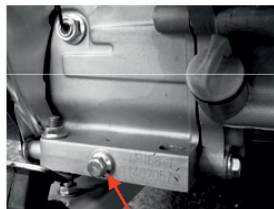

Рис. 17
3. Выкрутите сливной болт (Рис. 17, 18);